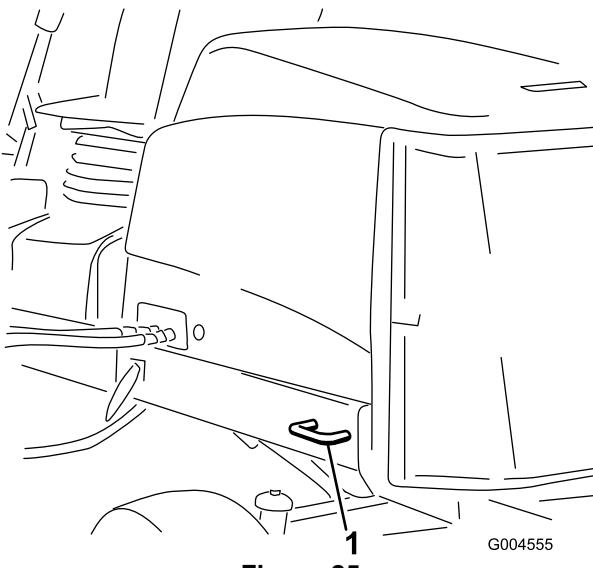

Figura 25
- Posteriori – ogni lato della macchina sul telaio posteriore (Figura 25).